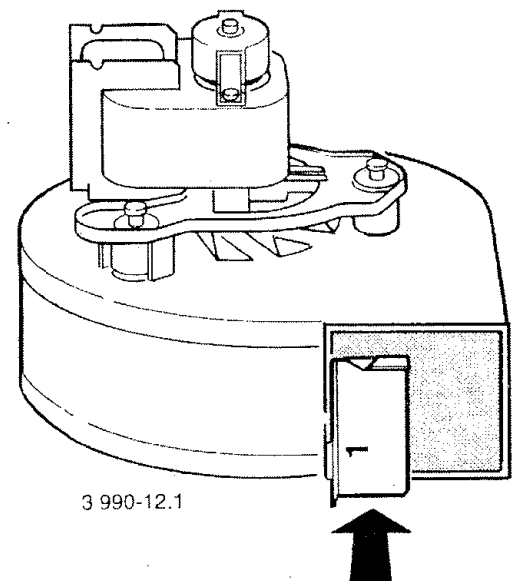

Bild 12
- entsprechendes Staublech (44.4) am Ausblasstutzen des Abgasventilators (226) eindrücken (Bild 12)